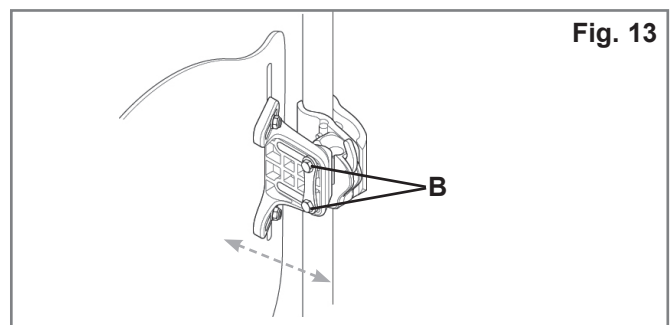

Fig. 13
- Pour régler la profondeur et l'angle du dossier J3, desserrez les vis droite et gauche (Fig. 13-B) dans les rainures de fixation.
- Réglez la profondeur et/ou l'angle d'inclinaison, puis resserrez les écrous. Le couple de serrage recommandé est de 11,3 - 12,4 Nm. Assurez-vous qu'aucun écrou de réglage de la profondeur (Fig. 13-B) ne puisse glisser ou pivoter.